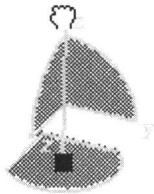
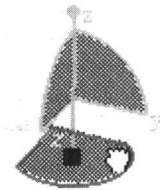

图 1-12 自由旋转
图 1-13 平面旋转
(2) 旋转 抓住罗盘 z 轴顶端的圆点并移动，则罗盘会以红色方块为顶点自由旋转。屏幕上的物体和空间也会跟着改变，如图 1-12 所示。抓住罗盘 xy 平面上的弧线，罗盘就可以绕 z 轴旋转，如图 1-13 所示。同理，xz、yz 平面也有相同的功能。